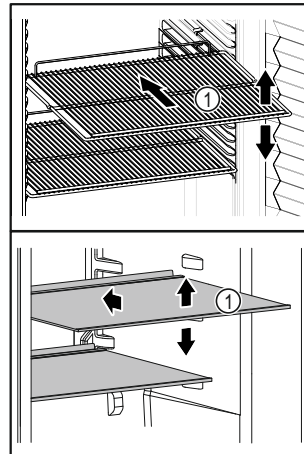

Fig. 61 Beispielhafte Darstellung
- ❑ Wenn Ablageflächen Fig. 61 (1) versetzbar sind, Ablageflächen je nach Höhe anpassen.